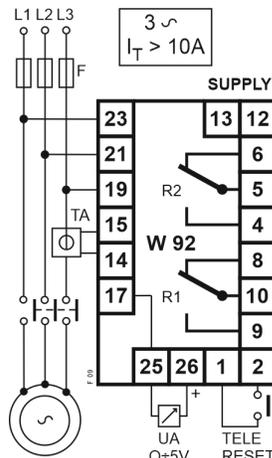

Fig. 9
.../1, o .../5. Seguire lo schema di fig. 9
Follow diagram of fig. 9
un riduttore di corrente esterno (TA) .../5 oppure .../1 (schema di fig. 9, 11).
Il collegamento si esegue secondo fig.9. Dalla tabella A si ricava che il fondo scala di corrente più vicino, immediatamente superiore al valore di  $I_t$ , è 25A. In questo caso il fondo scala può essere realizzato con un TA esterno.
(Rif. Fig. 9)
#### CONNECTION WITH CT (Ref. Fig. 9)